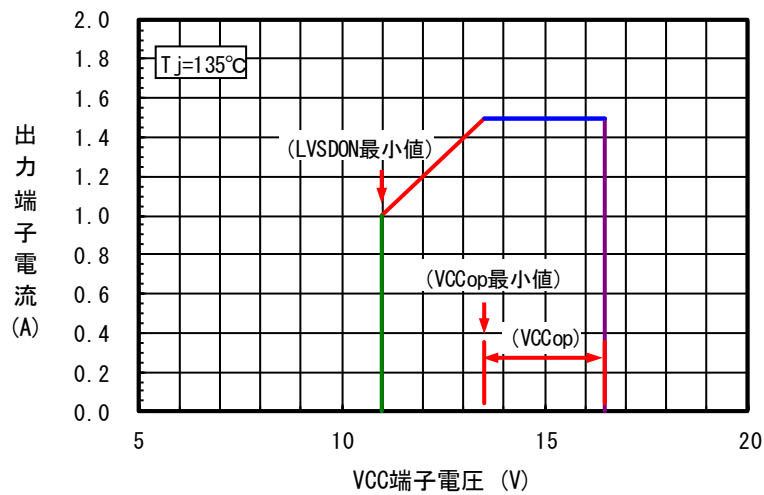
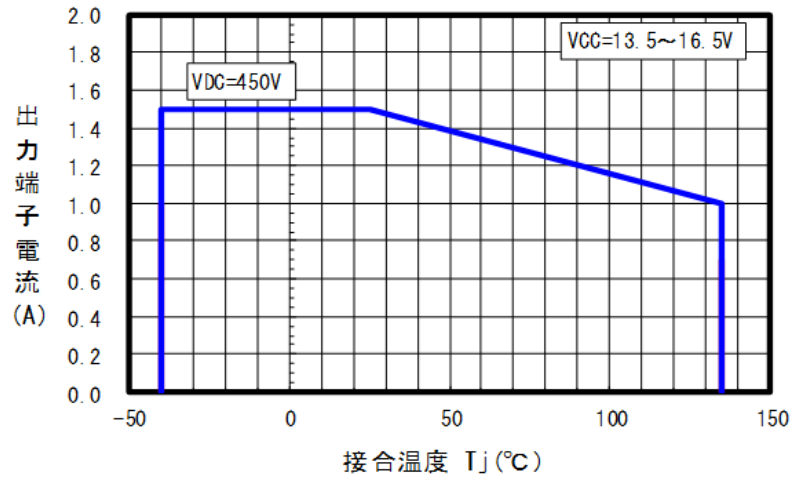

図4.2.1 VCC端子電圧に対する電流ディレーティング
図4.3.1 接合温度に対する電流ディレーティング
VCC端子電圧に対する電流ディレーティングを図4.2.1に示します。
出力端子の電流は、図4.2.1のディレーティングカーブ範囲内で使用してください。
接合温度に対する電流ディレーティングを図 4.3.1 に示します。
出力端子の電流は、図 4.3.1 のディレーティングカーブ範囲内で使用してください。
電流制限設定においては、電流制限用基準電圧 (V_{ref1}) ばらつき、ショント抵抗 (R_s) ばらつき、遅延時間を考慮し、ご使用の条件に応じて図4.2.1または図4.3.1のいずれか低い方の電流値以下としてください。